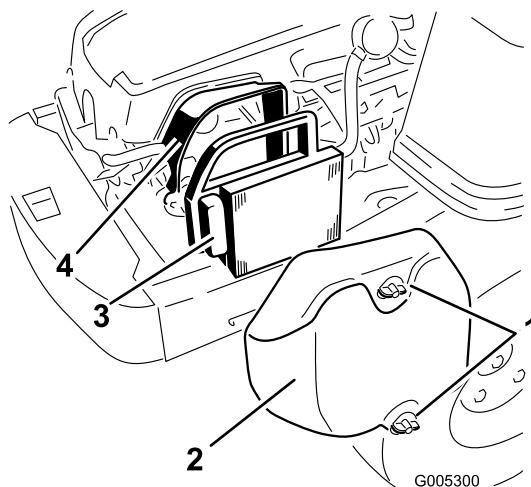

Figure 30
1. Déposez le couvercle du filtre à air (Figure 30).
2. Sortez l'élément du filtre à air avec le joint en caoutchouc intégré (Figure 30).
5. Installez l'élément en papier, côté plissé à l'extérieur, et engagez le joint en caoutchouc sur les bords de la base du filtre à air (Figure 30).
6. Reposez et fixez solidement le couvercle du filtre à air à l'aide des deux boutons (Figure 30).